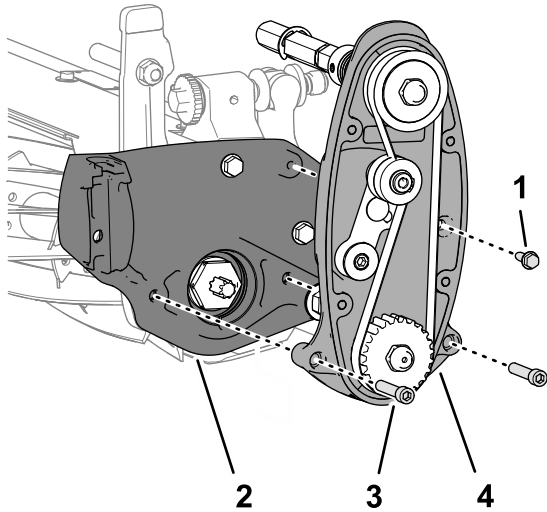

图 7
2. 拆下用于将滚刀驱动总成固定到滚刀组侧板的凸缘头螺丝  $\frac{1}{4} \times \frac{3}{4}$  英寸 图 7。
3. 从 2 个锁紧螺母由侧板固定上拆下用于将滚刀驱动总成固定到滚刀组侧板上的 2 个六角头螺丝  $\frac{5}{16} \times 1\frac{1}{2}$  英寸然后拆下滚刀驱动总成 图 7。